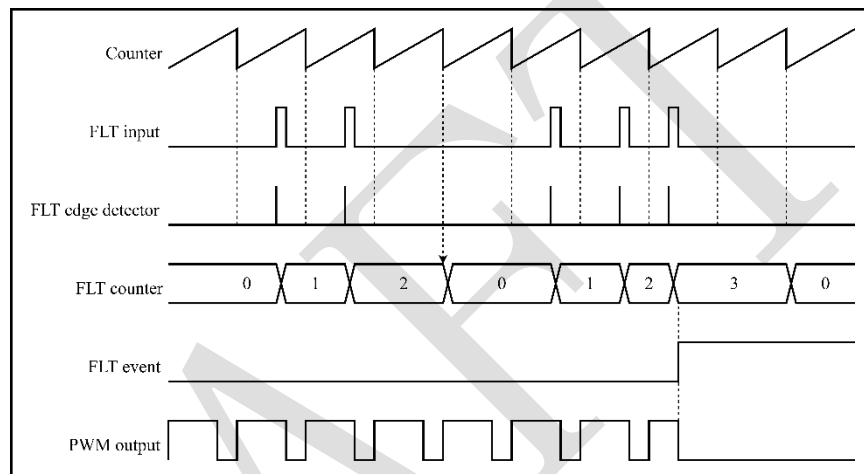

图 17-64 故障计数器累积模式 (FLTxRSTM = 1, FLTxCNT [3:0] = 2)
- 1：仅当上一计数周期内未发生任何故障事件时，故障计数器在复位/翻转事件时复位，如下图 17-64 所示。